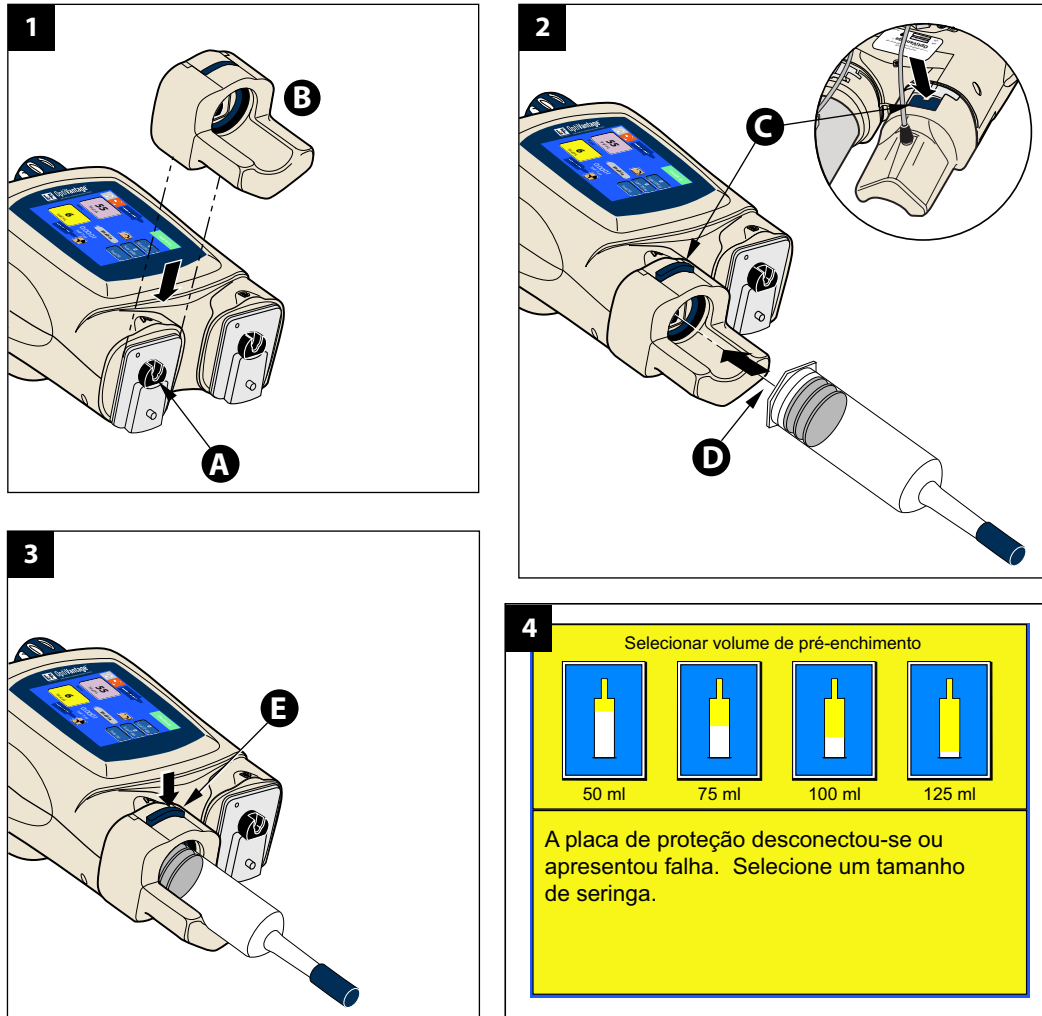

Figura 5-2-1 Carregamento de seringa de 125 mL (somente no lado A)
Veja a Figura 5-2-1.
1. Se o pistão não estiver no lugar, mova-o até a posição **A** de retração total. Deslize o adaptador de seringa de 125 mL **B** na placa de montagem frontal desejada da cabeça motorizada (o lado A é mostrado na Figura 5-2-1). Pressione a tecla [Continuar] no visor da cabeça motorizada para que o pistão possa se mover para a frente, para travar o adaptador de seringa no lugar e retornar o pistão à posição inicial.